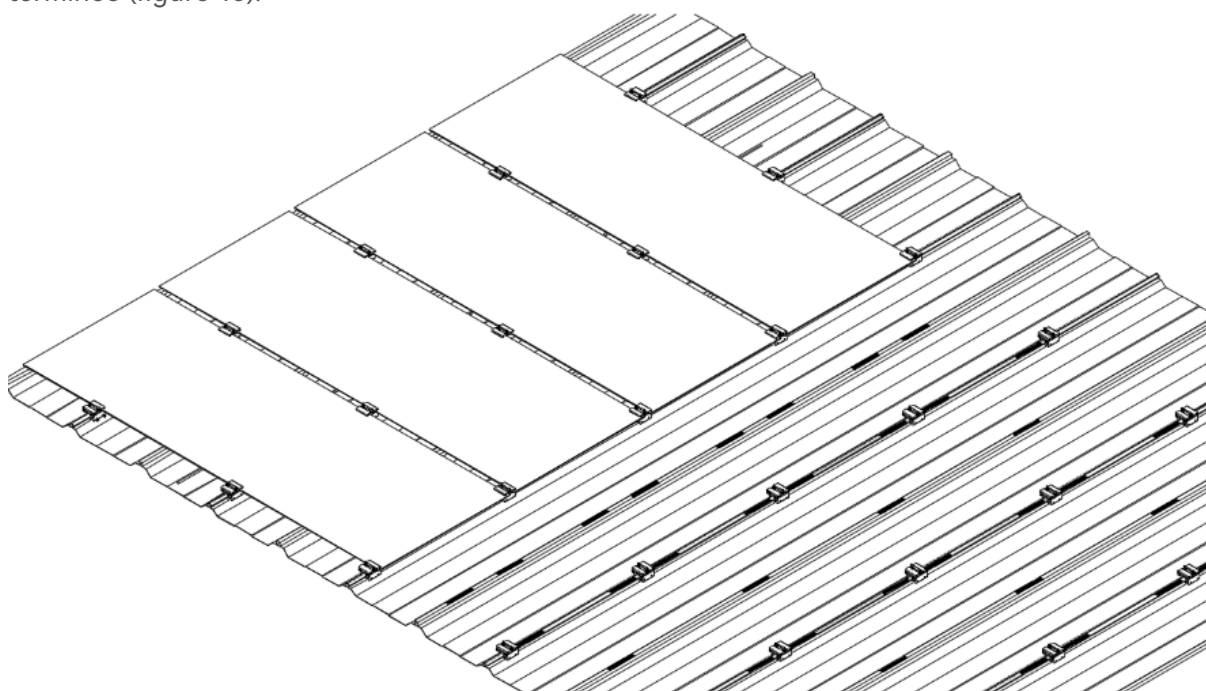

FIGURE 15
⑩ Suivez la séquence d'installation ci-dessus jusqu'à ce que tous les produits de la première rangée aient été installés, puis serrez les écrous sur la dernière rangée de crochets pour fixer le panneau de recouvrement, de sorte que l'installation de la première rangée de produits est terminée (figure 15).